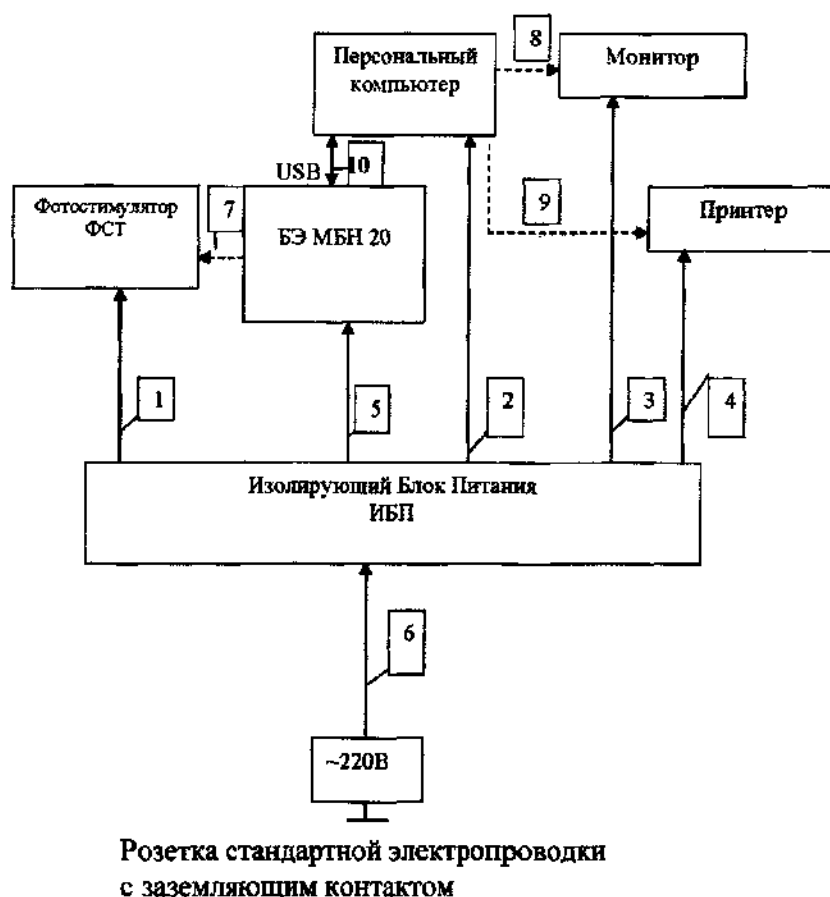

Рисунок 1
7.3 Выбрать место для размещения комплекса и установить его. Размещать приборы комплекса следует в соответствии с требованиями безопасности и с учетом минимизации электромагнитных наводок. Данное расположение осуществляет специалист фирмы «МБН», или другое лицо по согласованию с фирмой «МБН». Менять данное расположение запрещено. Проверить положение сетевых выключателей всех приборов комплекса: они должны быть в положении "Выкл." ("0"). Соединить блоки комплекса между собой при помощи имеющихся в комплекте интерфейсных кабелей, согласно схеме, рисунок 1. Соединить блоки комплекса (системного блока компьютера, монитора, принтера, блока фотостимулятора, блока электронного) с изолирующим блоком питания ИБП01-5 согласно рисунку 1. Блок электронный – системный блок компьютера соединить через порт USB интерфейсным кабелем.